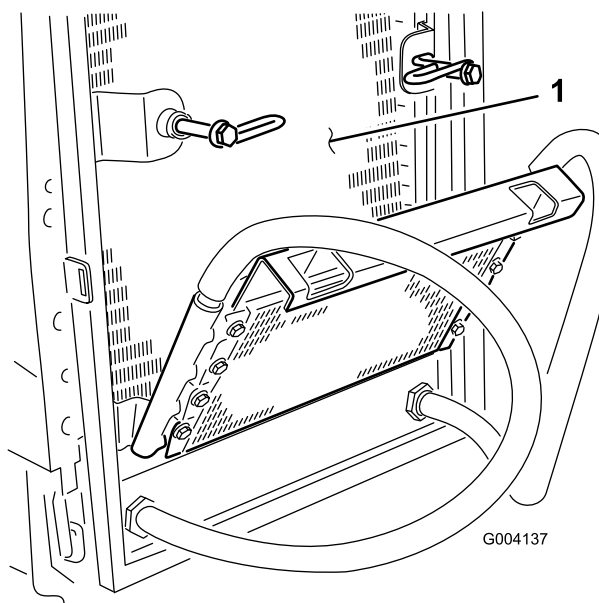

Figura 59
6. Limpe os dois lados do dispositivo de arrefecimento de óleo e o radiador (Figura 59) com ar comprimido.